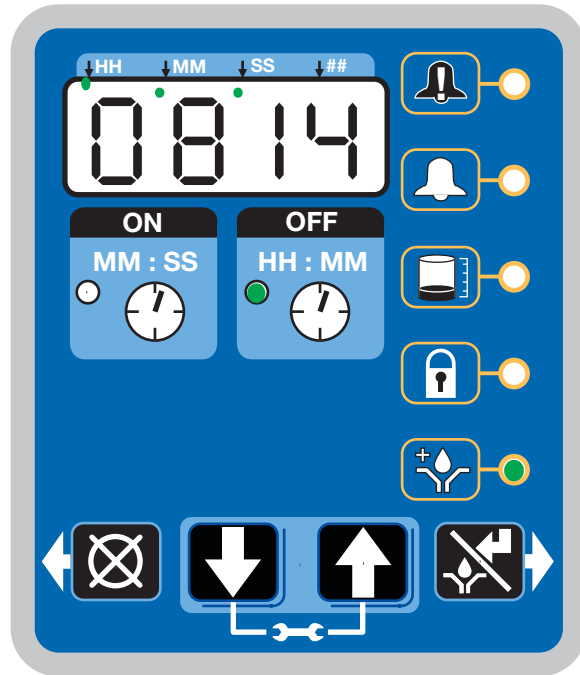

FIG. 36
- Se enciende el LED junto al reloj en el campo OFF (Fig. 36).
- Se ilumina el LED de prelubricación (Fig. 36).
- La pantalla muestra el tiempo restante hasta que comienza el ciclo de lubricación. El ejemplo mostrado en la FIG. 36 indica 8 minutos y 14 segundos restantes hasta que comience un ciclo de lubricación.